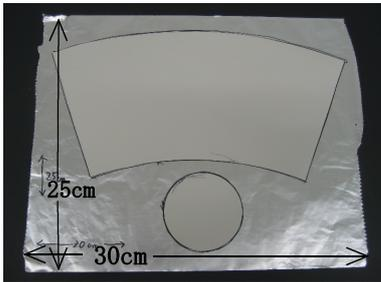
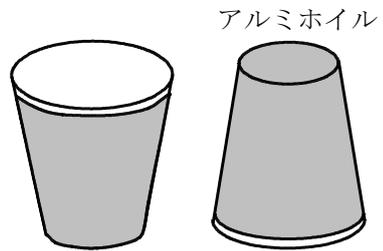

図 5
図 6
- ④ プラカップ大（600mL）2 個をコンデンサーにする。まず、図 5 のように型紙を利用してプラカップの側面用と底用のアルミホイルを切り取る。次に、図 6 のようにプラカップ 2 個の側面と底面に両面テープを貼りアルミホイルを貼る。